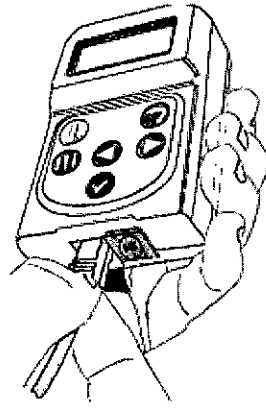

Figura 7
3. Acople el cable de prueba al estimulador de prueba de ANS (consulte la figura 7).